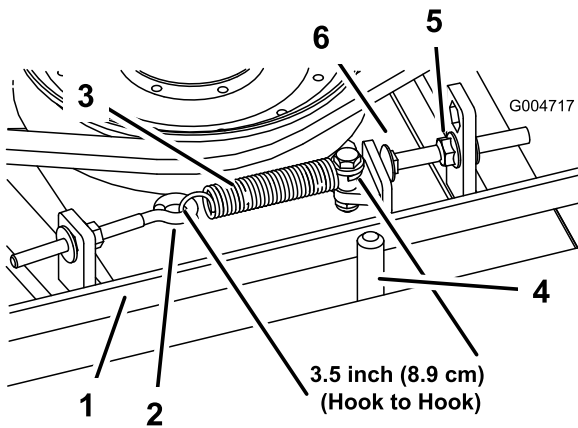

Figure 64
tendu, ajustez le boulon de butée (boulon de carrossier) jusqu'à obtenir un jeu approximatif de $3 + 1,5/0,0$ mm entre la tête du boulon et le bras de la poulie de tension (Figure 64).
Remarque: La courroie doit être placée du côté ressort du guide (Figure 64).
2. Desserrez le boulon à œil pour pouvoir enlever le ressort d'extension (Figure 64).
3. Desserrez l'écrou à embase qui fixe le boulon de butée à la patte de montage. Reculez l'écrou suffisamment pour que le bras de la poulie de tension passe le boulon de butée (Figure 64). Éloignez la poulie de tension de la courroie pour détendre cette dernière.
8. Raccrochez le ressort d'extension (Figure 64) au boulon à œil et tendez la courroie comme suit :